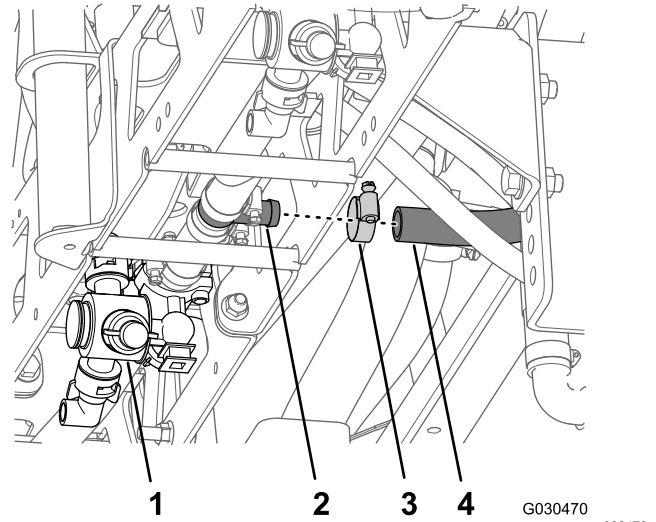

Рисунок 62
4. Рядом со средним распылительным соплом снимите шланговый хомут и шланг стрелы с тройника типа «елочка» (Рисунок 62).